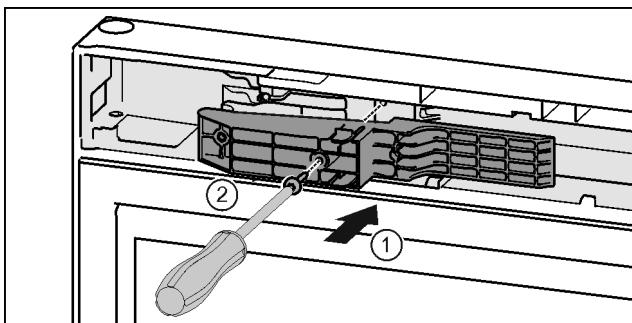

Fig. 48*
- Τοποθετήστε τον αντάπτορα στην πλευρά της λαβής στην εγκοπή. Fig. 48 (1)*
- Σφίξτε τις βίδες με κατσαβίδι T15. Fig. 48 (2)*